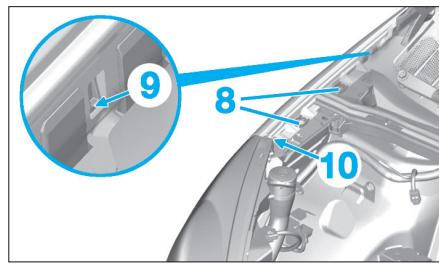

Fig. 164
- Déverrouiller les vis d¹/4 de tour en (8) (Fig.164).
- À l'aide d'un petit tournevis plat, dégrafer en (9).
- Dégager simultanément l'aile avant vers le haut et l'indexage (10).